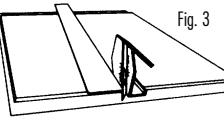

Fig. 3
- Place blade side of cutter against the straight edge and push away to cut (Fig. 3).
- Die Klingenseite des Schneidegeräts an das Lineal anlegen und wegziehen, um zu schneiden (Abb. 3).
- Mettez le tranchant de la lame contre la règle et coupez en poussant (figure 3).
- Con la cara cortante del cíter sobre el borde recto, empuje hacia adelante para cortar (Fig. 3).
- Posizionare il lato tagliente della taglierina contro il regolo e spingere in avanti per tagliare (Fig. 3).